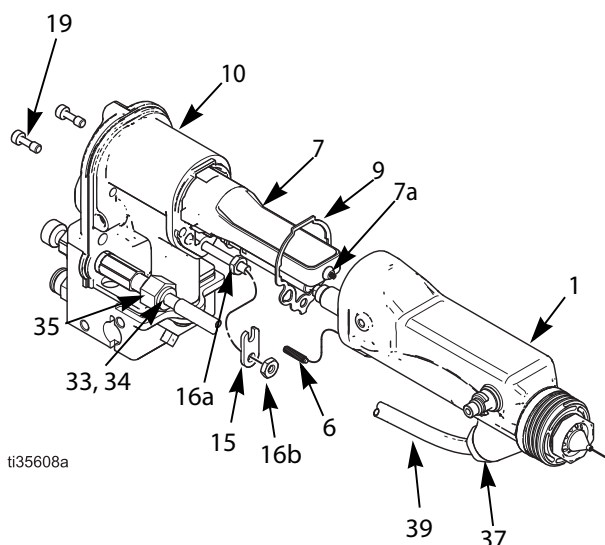

Рис. 27. Установка корпуса краскораспылителя
1. Убедитесь, что прокладка (9) и пружина (6) заземления установлены на своих местах, а воздушные отверстия прокладки совмещены надлежащим образом. В случае повреждения прокладки замените ее.
2. Убедитесь в том, что пружина (7а) установлена на наконечник блока питания (7). См. Рис. 27. Обильным слоем нанесите диэлектрическую консистентную смазку на наконечник блока питания. Расположите корпус (1) над блоком питания и установите его на рукоятку (10) краскораспылителя.
3. Затяните два винта (19) корпуса так, чтобы они находились на одинаковой высоте друг против друга (примерно на 1/4 оборота после полной затяжки вручную или же с усилием 2,3 Н·м (20±5 дюймофунтов). Не затягивайте слишком сильно.